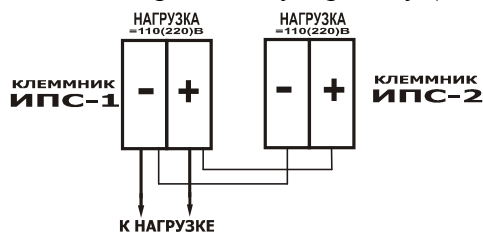

Рис.3
5.9. **Конвертор** допускает включение на параллельную работу (см. рис.3)